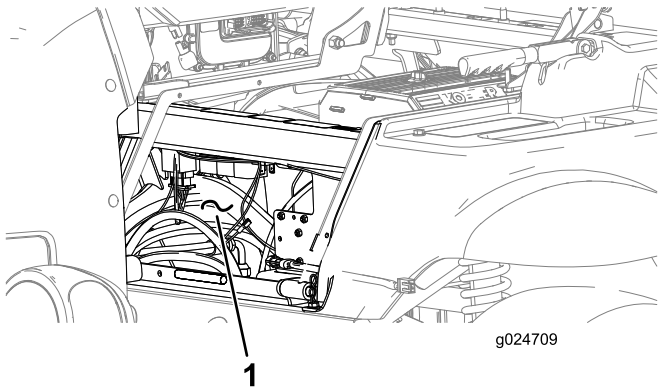

Figura 25
1. Enrute el arnés por la parte delantera de la cubierta del asiento (Figura 25).